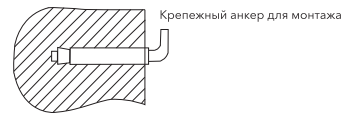

Рис. 2
2. После выбора места монтажа определите места под два крепежных болта с крюками (в зависимости от спецификаций выбранного изделия). Используя монтажный шаблон на коробке изделия проделайте в стене два отверстия необходимой глубины с помощью сверла размером, соответствующим размеру крепежных болтов, вставьте винты, поверните крюк вверх, плотно затяните гайки, а затем установите на него электрический водонагреватель (см. рис. 2).